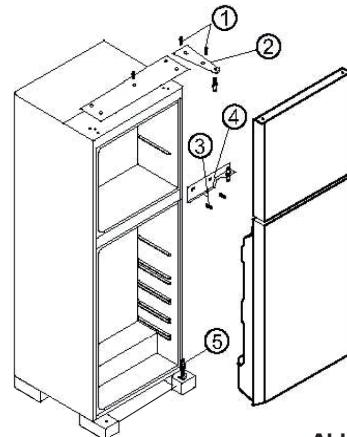

Abb. 1
(Abb. 1, Nr. 1 und 2), bauen Sie die Tür des oberen Fachs aus und legen Sie sie an einem sicheren Ort ab.
- Lockern Sie die Befestigungsschrauben der unteren Tür und bauen Sie die mittlere Halterung aus. **(Abb. 1, Nr. 3 und 4)**
- Heben Sie anschließend die untere Tür am Scharnierzapfen an **(Abb. 1, Nr. 5)**, bauen Sie sie aus und stellen Sie sie an einem sicheren Ort ab.